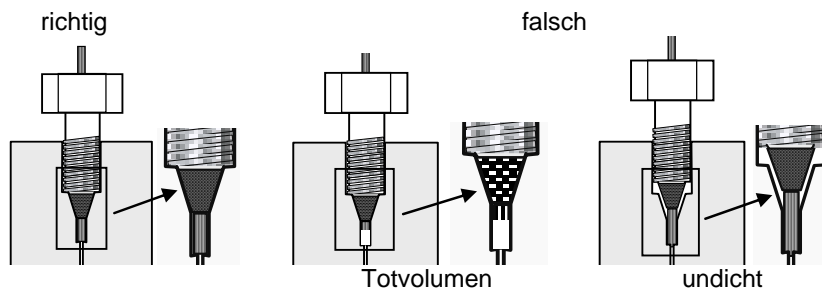

Abb. 8 Sitz der Kapillarverbindungen
4. Ziehen Sie, bei leichtem Druck auf die Kapillare, die Verschraubung mit den Fittings handfest an, siehe Abb. 8.